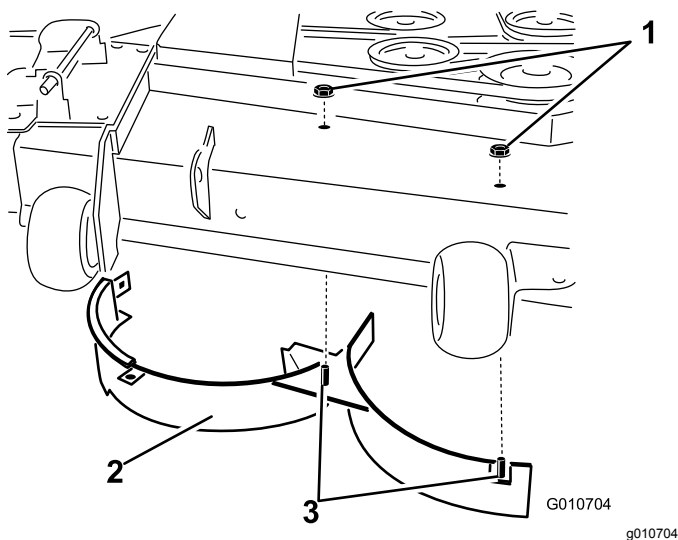

Figura 35
11. Remova as duas porcas de bloqueio (5/16 pol.) presas aos postes soldados do abafador direito na parte superior da plataforma do cortador nas posições central e direita (Figura 35).
12. Remova o parafuso de carroçaria e a porca de bloqueio que prendem o abafador direito na parte superior da plataforma do cortador. Retire o abafador direito da plataforma do cortador (Figura 35).